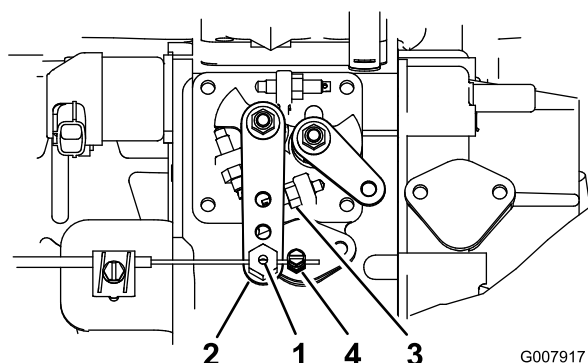

Figura 54
2. Allentate il raccordo del cavo dell'acceleratore, sul cavo dell'acceleratore, vicino alla leva della pompa di iniezione (Figura 54).
3. Tenete il braccio della leva della pompa di iniezione contro il fermo della minima superiore (Figura 54).